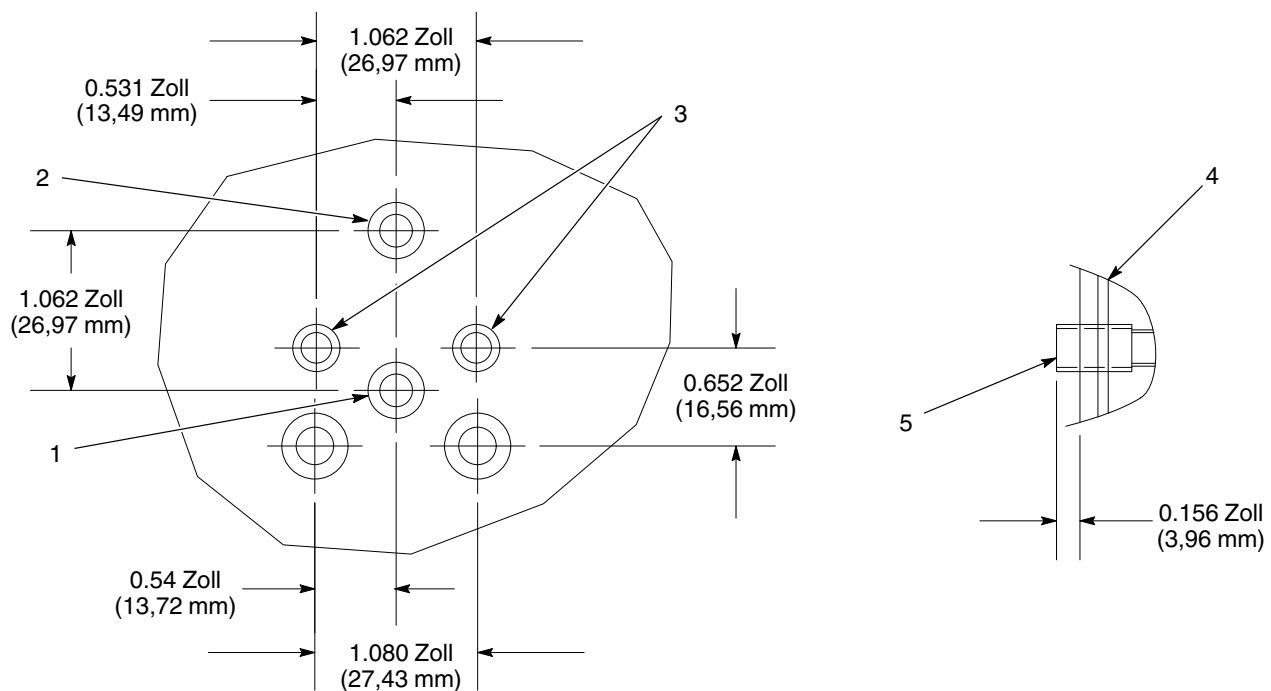

Abb. 4 Maße für Verteilerblockmontage
Siehe Abbildung 4 zu den Werten für die Montage des Auftragskopfes an einem Verteilerblock. Zusätzlich zu den Montagebohrungen (3) Löcher für den Materialeinlass (1) und den Lufteinlass (2) bohren.